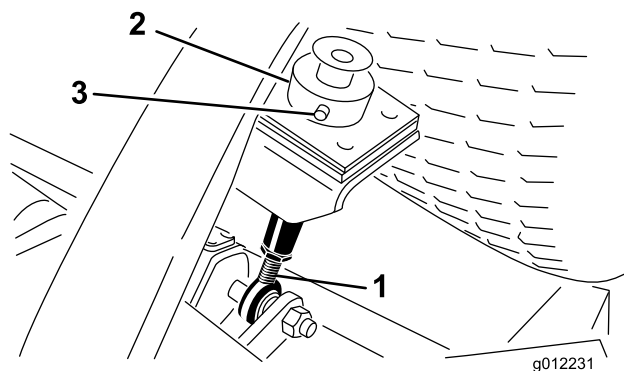
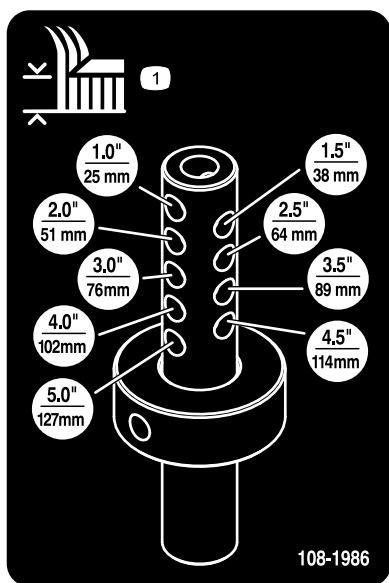

図 8
図 9
5. 刈高カラーをカッティングデッキ後部の刈高ロッドに固定しているヘアピンコッターとクレビスピンを取り外す 図 8。
6. 刈高カラーを、刈高ロッドにある希望する刈高の穴に合わせる 図 8 と 図 9。